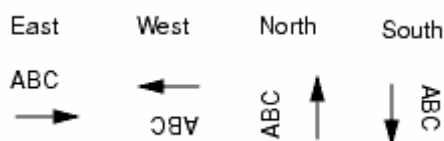

图 12.30 标签的方向
- 7) 在“Direction”中选择标签的方向。标签方向如图 12.30 所示，标签的末尾指向制定的方向。